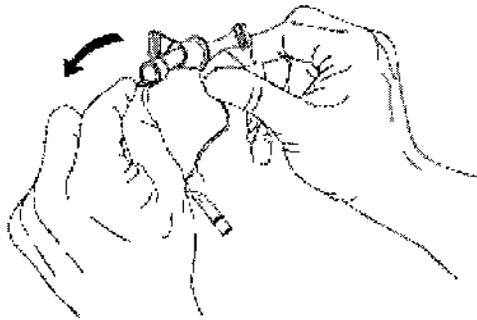

Fig. 1
5. Extraiga la cánula interior. **(Fig. 1)**